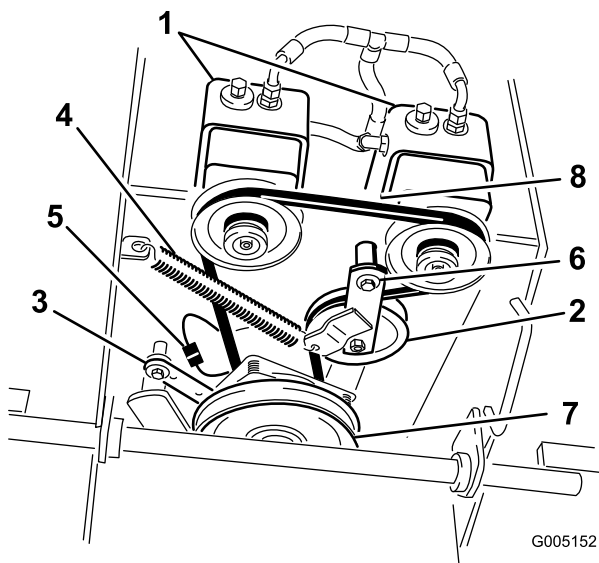

Figura 50
6. Desconecte el soporte del embrague de la plataforma del motor (Figura 50).
7. Desenganche el muelle de la polea tensora del bastidor (Figura 50).
9. Coloque el muelle tensor entre el brazo de la polea tensora y el soporte del bastidor (Figura 50).
10. Monte el soporte del embrague en la plataforma del motor (Figura 50).